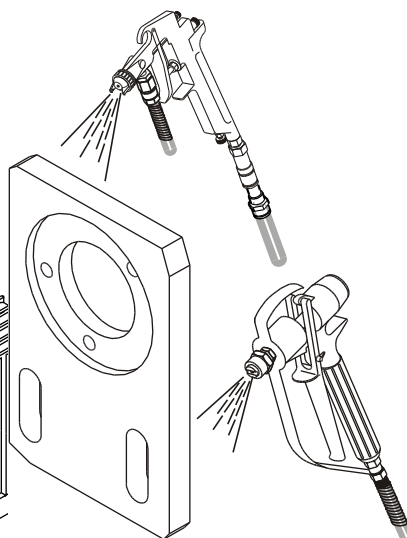

Fig.34
11) A Pressione raggiunta, rivolgere la pistola a spruzzo verso l'oggetto da verniciare ed iniziare le operazioni (fig.34).